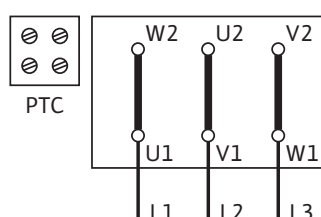

Fig. 35: Y-Δ-start (standaard)
- Het aansluitschema voor de elektrische aansluiting bevindt zich in de klemmenkast (zie ook fig. 35/36).
Y-Δ-start (standaard)	Verbindingsbruggen verwijderen (afb. 35)